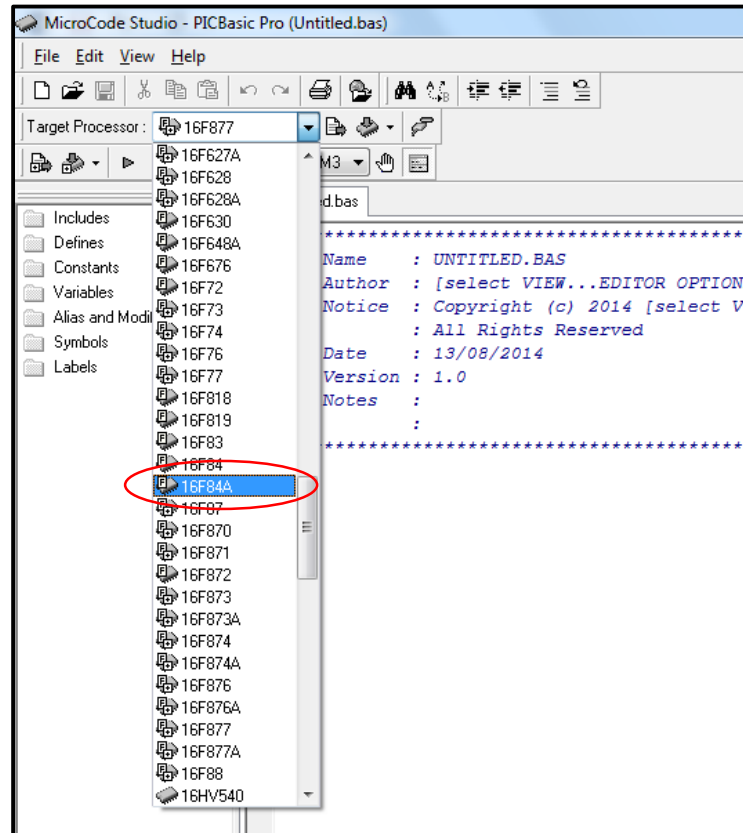

Figura 18. Configuración del MicroCode Studio.
1. Arme en el protoboard el circuito que se muestra en la *figura 18*.